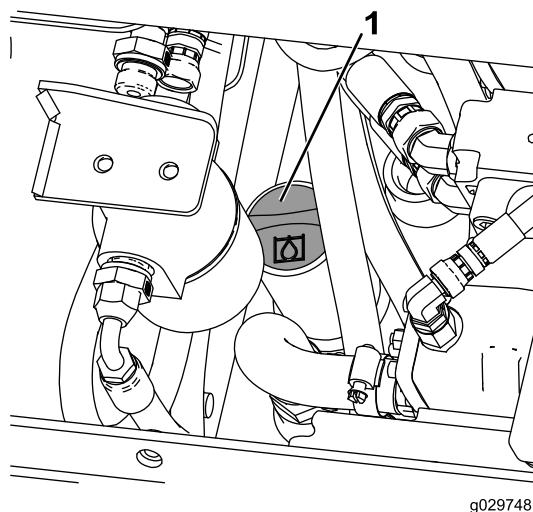

Figure 70
7. Nettoyez la surface autour du goulot de remplissage du réservoir hydraulique (Figure 70).